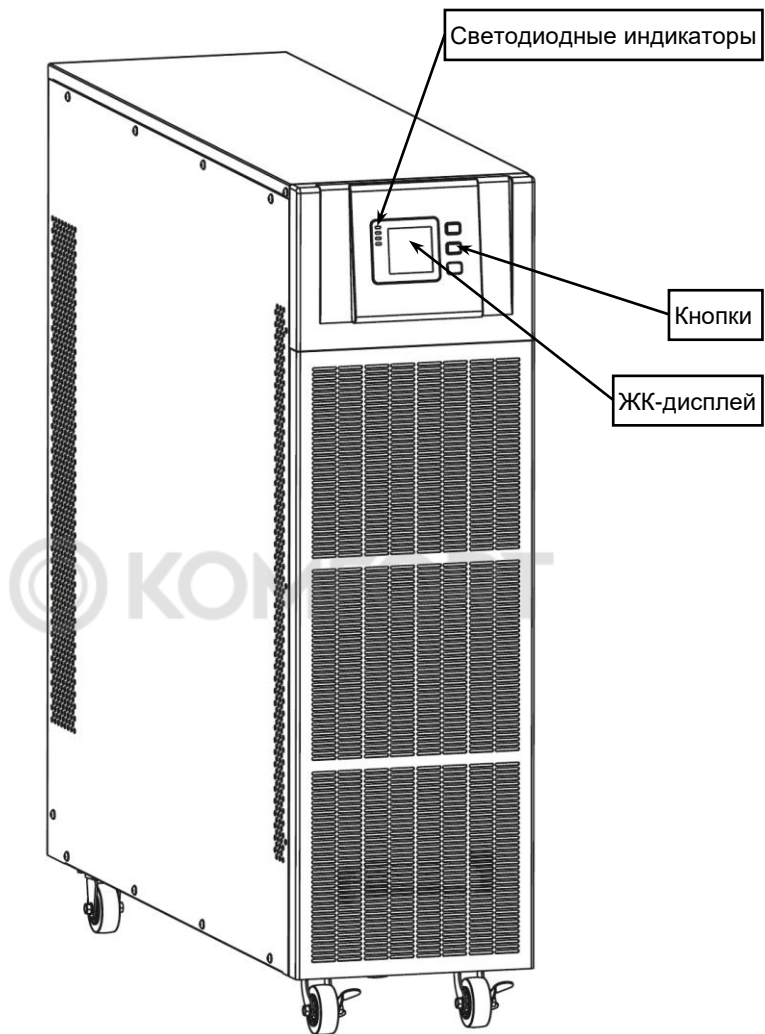
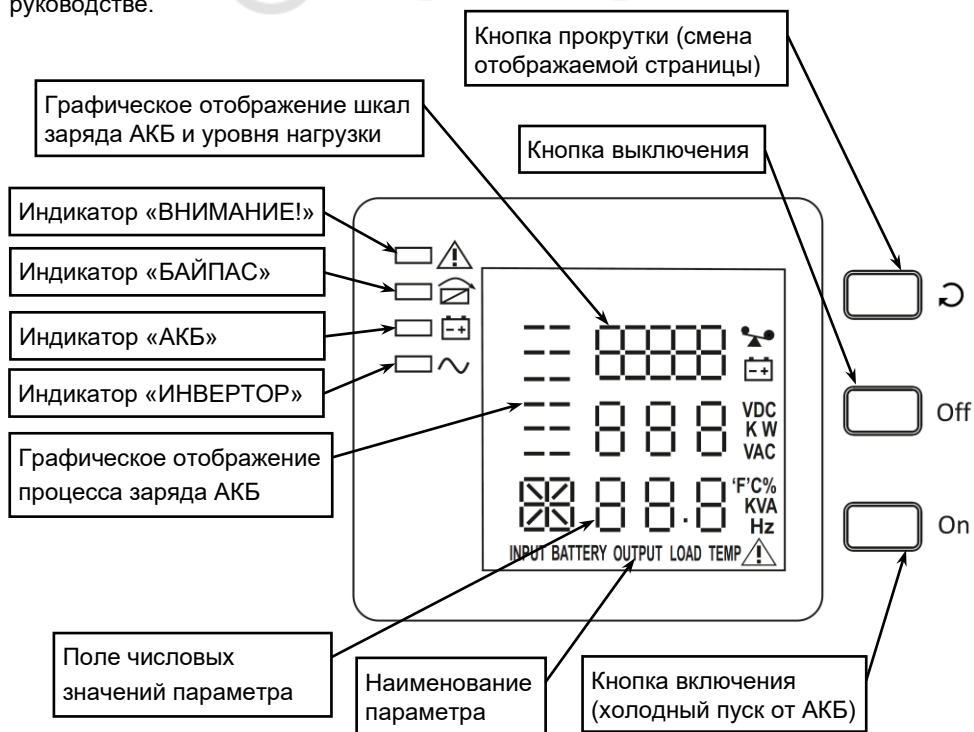

Рисунок 1 - Общий вид изделия спереди и слева
Рисунок 3 — ЖК-дисплей
**Изделие выполнено** в напольном варианте корпуса типа TOWER, на передней панели которого расположены ЖК-дисплей, светодиодные индикаторы и кнопки управления (см. раздел «ОПИСАНИЕ ЖК-ДИСПЛЕЯ», рисунок 1 и рисунок 3).
**На ЖК-дисплее** отображаются значения основных параметров изделия (см. рисунок 3).